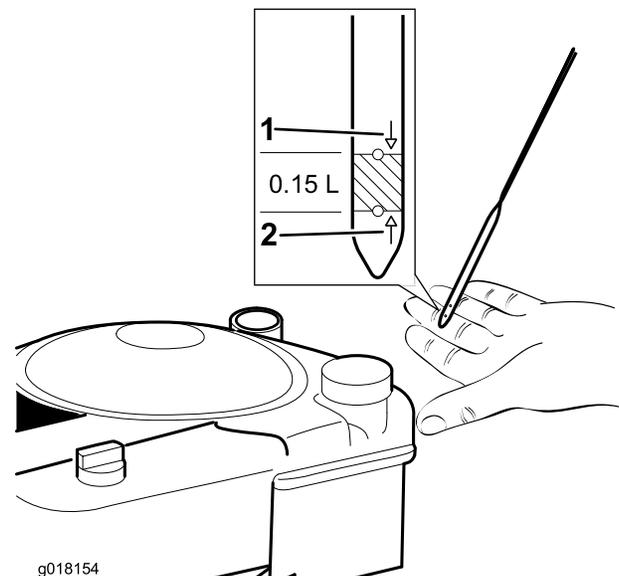

Bild 10
3. Wenn der Ölstand zu niedrig ist, gießen Sie **langsam** etwas Öl in das Einfüllstutzen, warten Sie ein paar Minuten und prüfen Sie den Ölstand am Ölpeilstab, wischen Sie den Peilstab ab und setzen Sie den Peilstab in das Rohr (Bild 10).